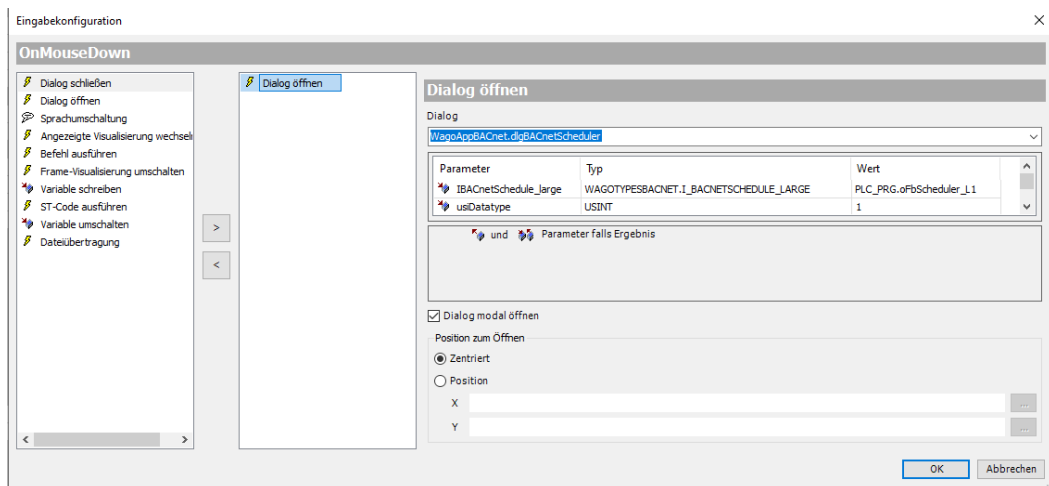

Abbildung 5: Eingabekonfiguration
4. Für den Parameter „**IBACnetSchedule_large**“ das gewünschte Schedule-Large-Objekt auswählen (siehe Abbildung 5).
5. Für den Parameter „**usiDatatype**“ den gewünschten Scheduler-Typ auswählen 0=BOOLEAN, 1=REAL, 2=ENUMERATION (siehe Abbildung 5).